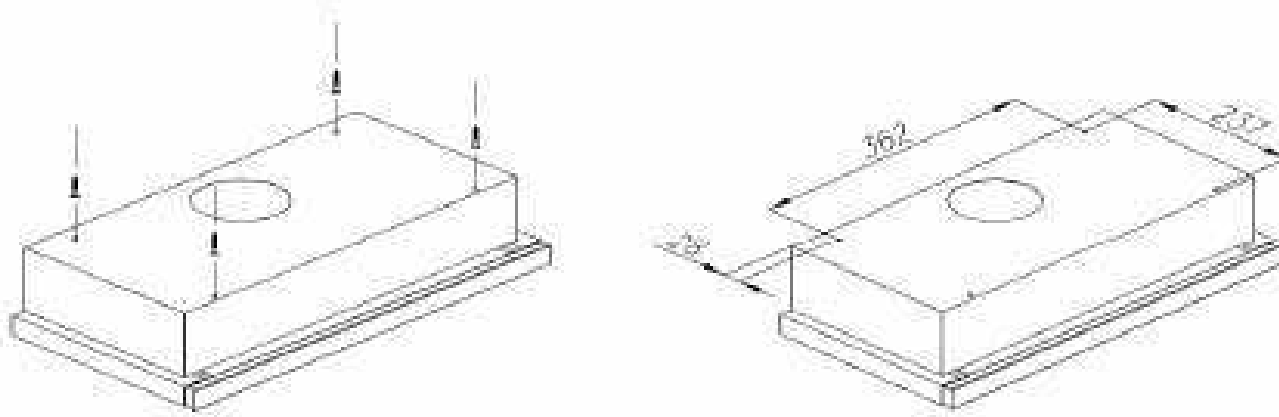

Abb. 4
- Clipsen Sie die Aluminium-Fettfilter raus (Abb. 4).
- Clipsen Sie die Aluminium-Fettfilter wieder ein (Abb. 4).